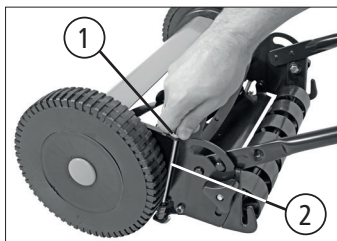

Fig. 05
1 - Ajuste a altura das borboletas (1) no tirante (2) até a lâmina encostar no carretel. Tome o cuidado de executar o mesmo ajuste em ambos os lados do cortador, de forma que a lâmina de corte fique, em toda a sua extensão, perfeitamente paralela às linhas do carretel [Fig. 05].